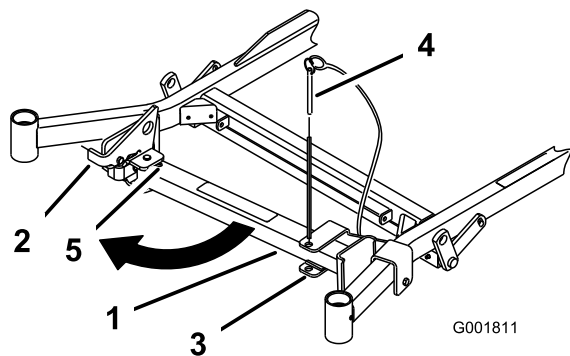
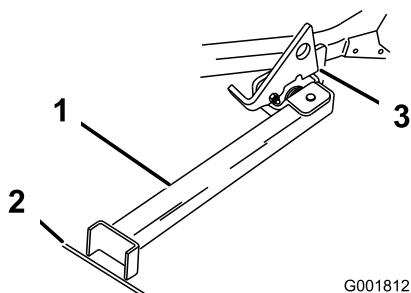

Bild 46
Bild 47
- Nehmen Sie den Halterungsstift ab (Bild 46).
- Drehen Sie den Ständerfuß nach vorne heraus und schieben ihn zur Maschine hin in den unteren Schlitz (Bild 46 und Bild 47).
- Stellen Sie den Fuß auf den Boden und lassen Sie den Riegel auf der Drehzapfennase aufliegen (Bild 47).
Hinweis: Stellen Sie den Ständerfuß am besten in Risse auf Gehwegen oder in der Grünfläche (Bild 47).
- Fahren Sie die Maschine auf den Ständer. Halten Sie an, wenn der Riegel über der Nase in die arretierte Stellung einrastet (Bild 47).
- Stellen Sie den Ständer wieder in die Ruhestellung (Bild 46).